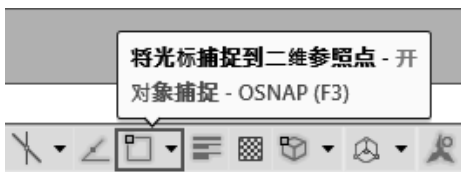

图 3-49 状态栏中开启“对象捕捉”功能
- 状态栏: 单击状态栏上的“对象捕捉”按钮  ,若亮显则为开启,反之关闭,如图3-49所示。